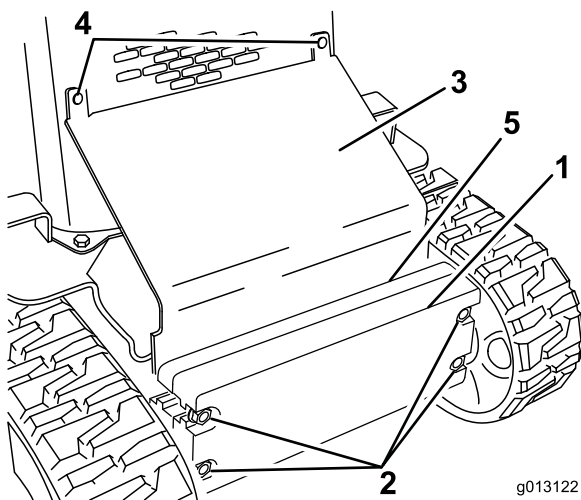

Рисунок 26
2. Ослабьте болты крепления грузов (Рисунок 26).
3. Снимите болты с квадратным подголовком и гайки, которые крепят скошенную плиту (Рисунок 26).
10. Вставьте скошенную плиту между рамой и грузами и прикрепите ее к решетке передней сетки с помощью снятых ранее болтов с квадратным подголовком и гаек (Рисунок 26).
11. Затяните болты крепления передних грузов (Рисунок 26).